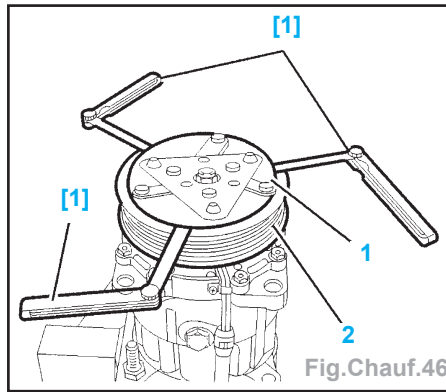

Fig.Chauf.46
- L'entrefer est compris entre (Fig.Chauf.46) :
- le plateau entraîneur (1),
- la poulie (2),